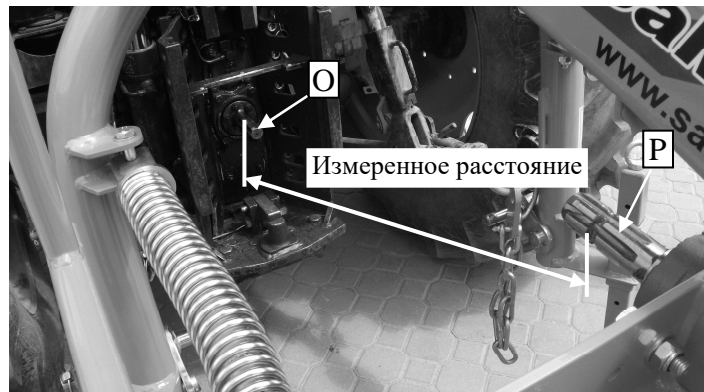
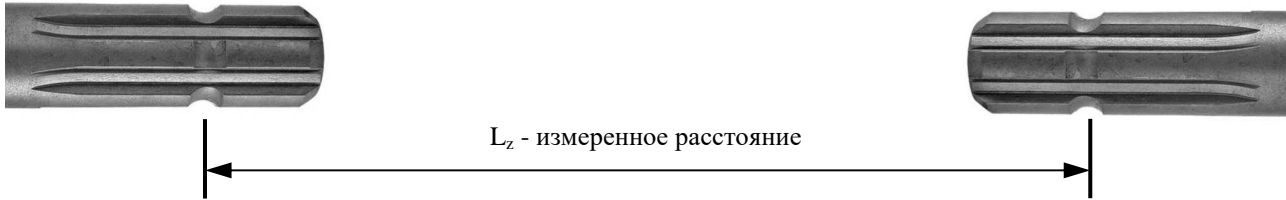

Рис. 15. Расстояние от ВОМ трактора до ведущего вала машины
Рис. 16. Правильное измерение расстояния
- ❑ измерить расстояние между валами в способ показанный на Рис. 15 и Рис.16,